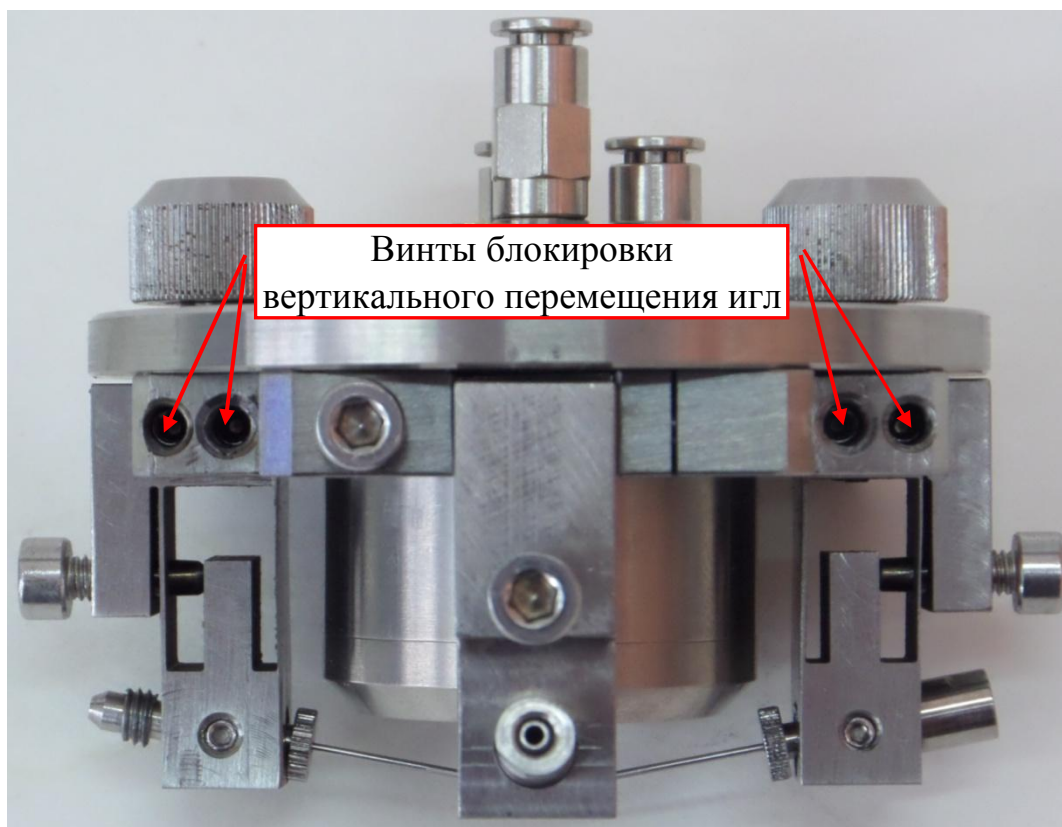

Рисунок 2.3
2.3.1. Шестигранным ключом «2 мм» ослабить винты блокировки вертикального перемещения соответствующей иглы (рисунок 2.3).
2.3.3. Затянуть шестигранным ключом «2 мм» винты блокировки вертикального перемещения соответствующей иглы (рисунок 2.3).